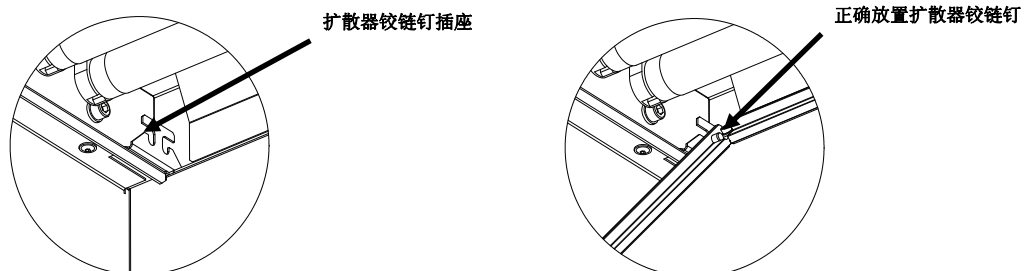

图 9. 插座
6. 将扩散器各个背面角落的铰链钉插入到插座的前插槽中。插座位于灯箱外壳的后方角落处。请参见图 9。